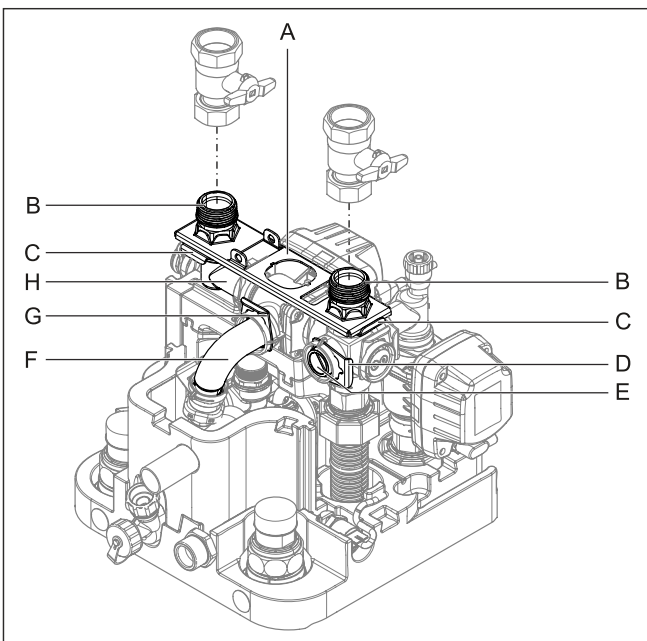
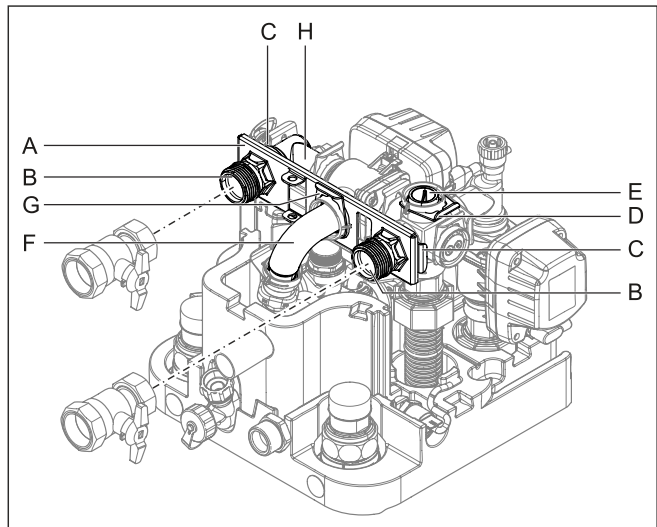

Bild 4-17 Anschlüsse Heizungsvor- und -rücklauf nach oben ausgerichtet
Bild 4-19 Anschlüsse Heizungsvor- und -rücklauf nach hinten ausgerichtet
- 2 Beide Steckbügel der Anschlusskupplungen (Bild 4-17, Pos. C) abziehen.
- 3 Beide Anschlusskupplungen (Bild 4-17, Pos. B) abziehen.
- 4 Halblech (Bild 4-17, Pos. A) abnehmen.
- 5 Steckbügel des Verschlussstopfens (Bild 4-17, Pos. D) abziehen.
- 6 Verschlussstopfen (Bild 4-17, Pos. E) herausziehen.
- 7 Winkelstück (Bild 4-17, Pos. H) um 90° nach hinten drehen.
- 8 Steckbügel des Krümmers (Bild 4-17, Pos. G) abziehen.
- 9 Krümmer (Bild 4-17, Pos. F) vorsichtig so weit nach hinten aus seiner horizontalen Aufnahme ziehen, dass das Halblech (Bild 4-19, Pos. A) senkrecht dazwischengeschoben werden kann.
- 10 Halblech zwischen den Krümmer und seine horizontale Aufnahme schieben und Krümmer (Bild 4-19, Pos. F) durch das mittlere Loch des Halblechs wieder in seine Aufnahme stecken.
- 11 Krümmer mit Steckbügel (Bild 4-19, Pos. G) wieder in seiner Aufnahme sichern.
- 12 Beide Anschlusskupplungen (Bild 4-19, Pos. B) durch das Halblech in die seitlichen Aufnahmen stecken.
- 13 Beide Anschlusskupplungen mit Steckbügeln (Bild 4-19, Pos. C) in ihren Aufnahmen sichern.
- 14 Verschlussstopfen (Bild 4-19, Pos. E) in die obere Aufnahme stecken.
- 15 Verschlussstopfen mit Steckbügel (Bild 4-19, Pos. D) sichern.